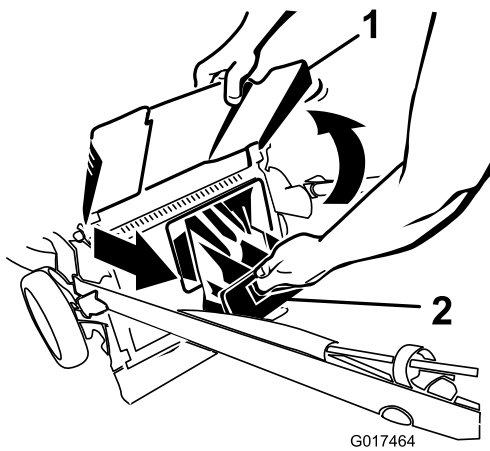

**Figura 23**
1. Pase la cuerda del arrancador alrededor de la guía de cuerda inferior (Figura 23).